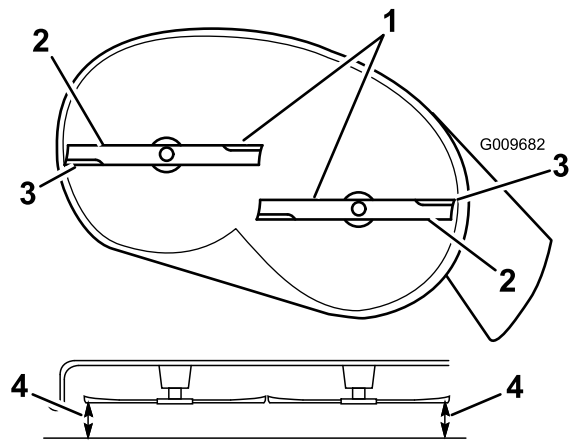
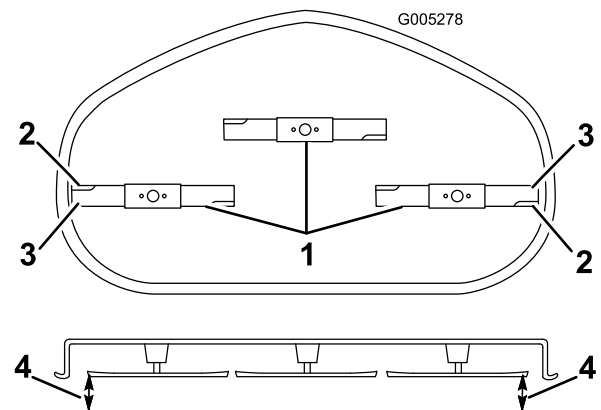

Bild 60
Bild 61
4. Drehen Sie die Messer vorsichtig, sodass sie alle seitlich gestellt sind (Bild 60 und Bild 61).
5. Messen Sie den Abstand zwischen den äußeren Schnittkanten und der ebenen Oberfläche (Bild 60 und Bild 61).